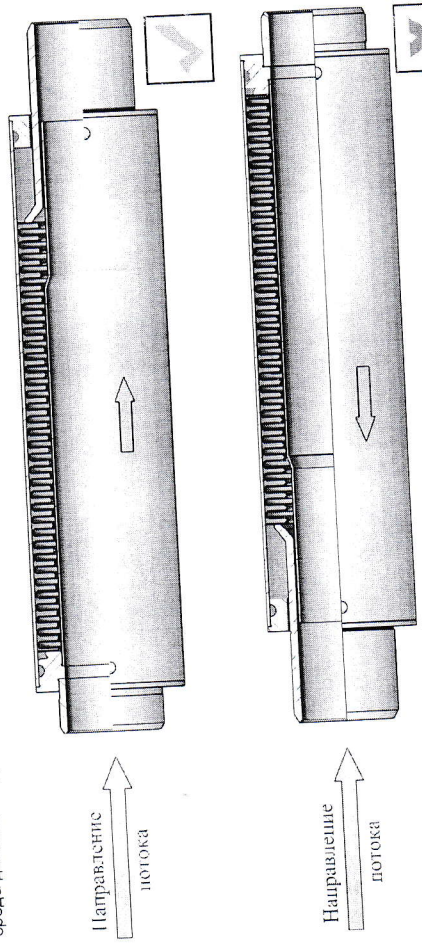

Рис. 5
- 3.6. Для компенсаторов с внутренним экраном необходимо сверлить направление потока среды с направляющей стрелкой на корпусе компенсатора (если отсутствует стрелка направления потока среды, то среда должна входить в компенсатор со стороны, где внутренний экран приварен к патрубку) (Рис.5).